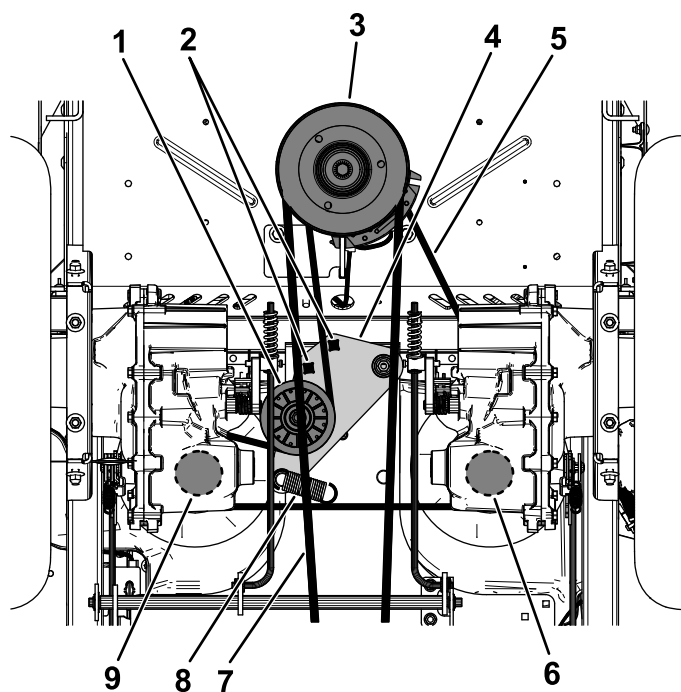

Figure 67
5. Insérez un rochet de 1/2 pouce ou une barre de levier dans l'un des trous carrés du bras de la poulie de tension pour détendre le ressort de la poulie de tension (Figure 67).
6. Retirez la courroie existante de la poulie de tension, des 2 poulies d'entraînement de pompe hydraulique et de la poulie du moteur (Figure 67).
7. Chaussez la courroie neuve sur la poulie de tension, la poulie du moteur et les 2 poulies de la pompe hydraulique (Figure 67).